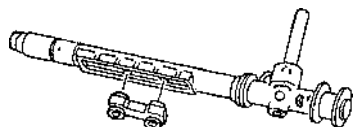

Рис. 6.11.
- снять защитный чехол и извлечь из картера ползун рулевой передачи (рис. 6.11);